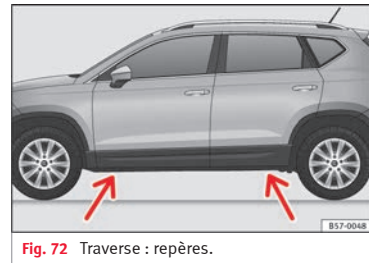

Fig. 72 Traverse : repères.
- Recherchez sur le bas de caisse la marque du point d'appui du cric (zone renforcée) le plus proche de la roue à changer » fig. 72.